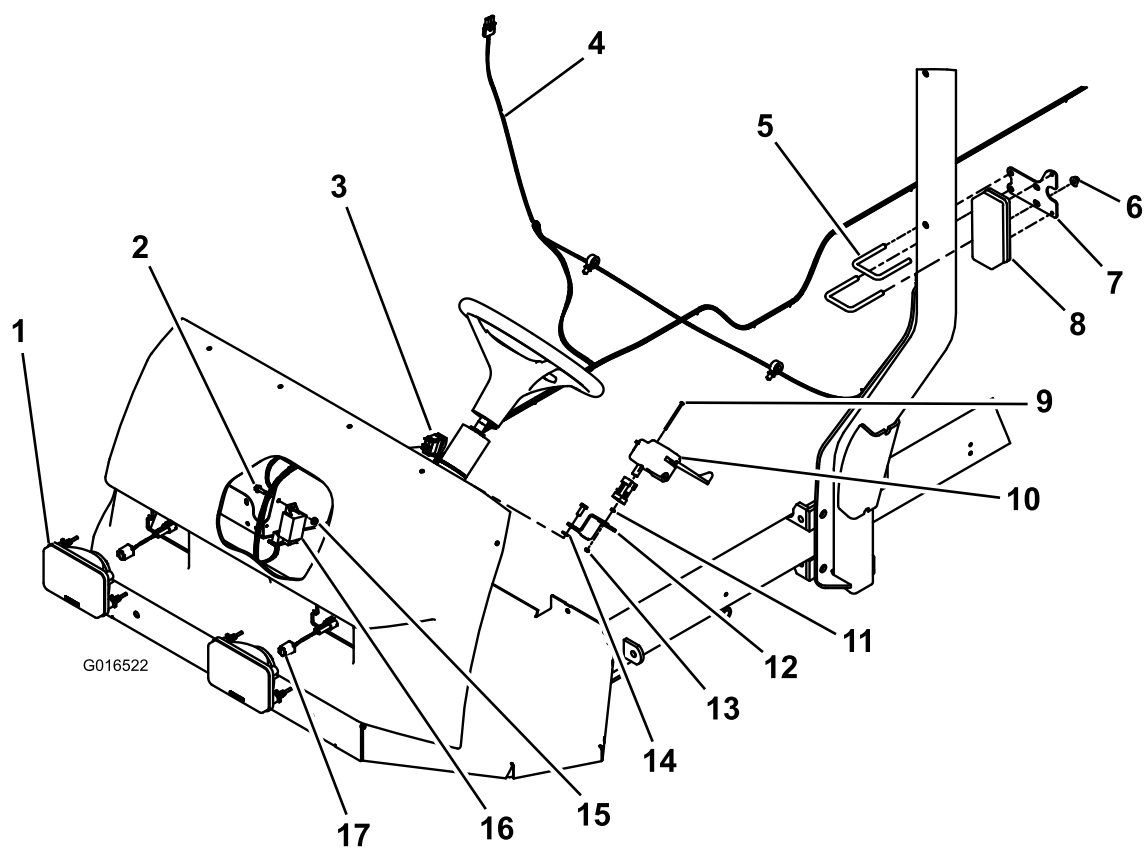

図 1
3. I新しいビームライト（図 1）を取り付けて、先ほどのステップ 2 で外してリテーナを使って固定する。
横転保護バーの左右の柱の、床面から 147 cm の高さのところに、図 1 のようにブラケットを取り付け、これにポジションライトを取り付ける。
1. ステアリングコラムの左側にあるボルト (2 本) を外す (図 1)。
フラッシュモジュールを取り付ける；六角ヘッドフランジねじ1本と六角フランジナット1個を使用する（図 1）。